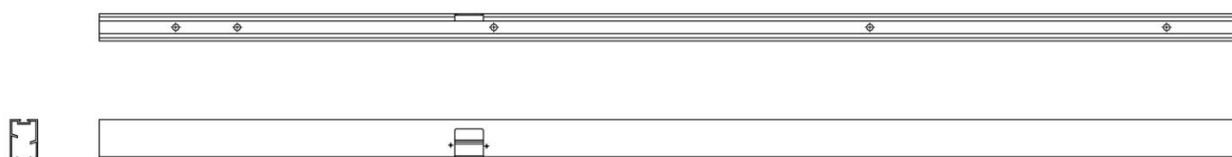
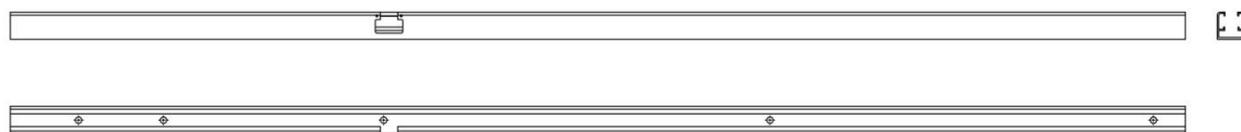

Figura 1
Figura 11
- El perfil "Marco Superior" se sirve mecanizado de fábrica con orificios según se indica en la (figura 1)
- Para fijar el "Perfil Expansor Superior" al techo hay que usar los orificios ya perforados en el mismo, tal como se ha descrito previamente para el "Perfil Marco Superior" (figura 1). En este caso el "Perfil Marco Superior" presenta orificios pasantes para poder fijar a techo el "Perfil Expansor Superior".
- El perfil "Marco Inferior" se sirve mecanizado de fábrica (figura 11) con orificios según el mismo esquema (figura 1) de "Marco Superior"